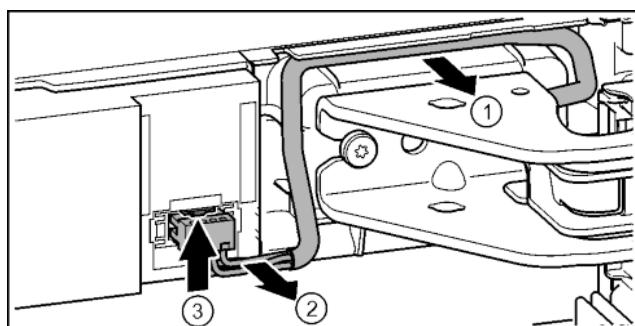

Fig. 19
- ▶ Обережно від'єднайте кабель над опорним кронштейном від направляючої. Fig. 19 (1)
- ▶ Обережно витягніть жили кабелю із каналу. Fig. 19 (2)
- ▶ Притисніть з'єднувальну накладку догори та обережно витягніть штекер. Fig. 19 (3)